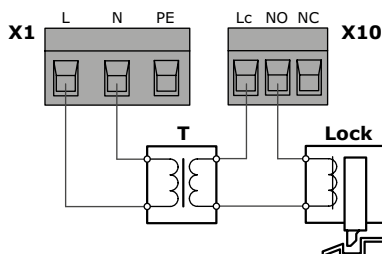
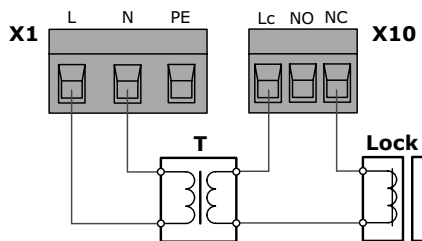

Рисунок 21. Схема подключения электромеханического замка
Рисунок 22. Схема подключения электромагнитного замка
|     | NO                                                                                | — | Нормально-открытый релейный контакт (NO) для схемы подключения электромеханического замка (рис. 21); нагрузка контактов не более 5А 250ВАС/28ВDC; включение работы выхода описано в разделе «7. Настройка параметров работы»                                                                                                                                                                                  |
|     | NC                                                                                | — | Нормально-закрытый контакт (NC) для схемы подключения электромагнитного замка (рис. 22); нагрузка контактов не более 5А 250ВАС/28ВDC; включение работы выхода описано в разделе «7. Настройка параметров работы»                                                                                                                                                                                              |
| Lc | <p>Электрический замок</p> <p>При включенной настройке активируется работа выходов разъема «X10» (рис. 18, таб. 11).</p> <p>Схема подключения выбирается в зависимости от типа электрического замка (рис. 21 или рис. 22):</p> <p>0 — выключено. Заводская настройка.</p> <p>1 — включено.</p> <p>В начале открытия створки, на которой установлен электрический замок (при двухстворчатых воротах, створка открывающаяся первой) происходит короткий реверс в направлении закрытия (при полностью закрытых воротах в приводах серии AM нет реверса) и срабатывание в течение ~2 секунды выходов разъема «X10».</p> <p>При схеме подключения к контактам «Lc» и «NO» (рис. 21) в начале открытия происходит ~2 секунды замыкание цепи, при схеме подключения к контактам «Lc» и «NC» (рис. 22) в начале открытия происходит ~2 секунды размыкание цепи.</p> |